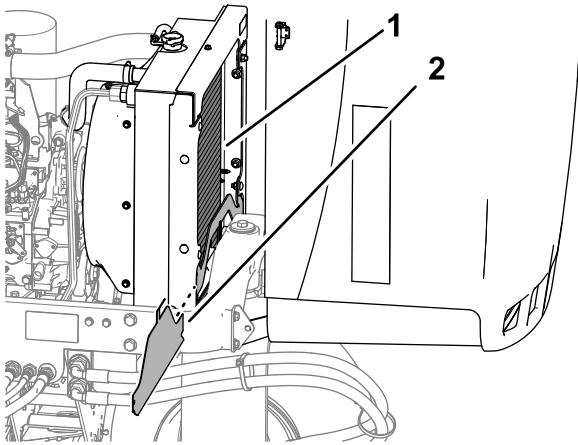

Figure 81
4. Déposez la protection inférieure du radiateur (Figure 81).
5. Nettoyez soigneusement les deux côtés du radiateur avec de l'eau ou de l'air comprimé (Figure 81).